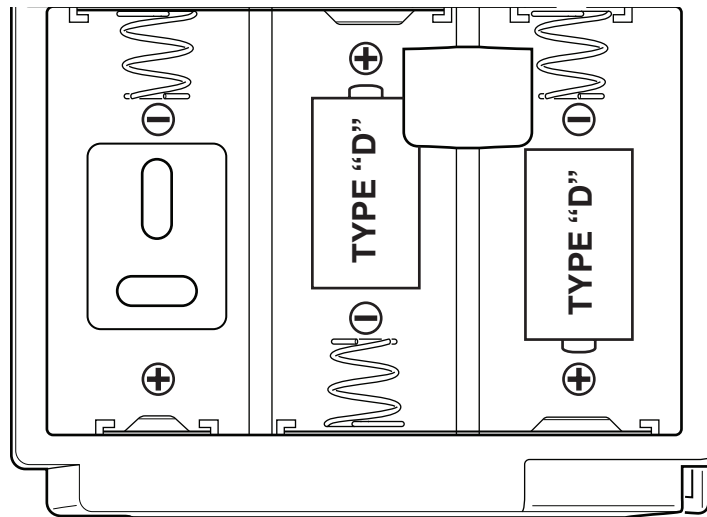

Figura 5
1. Si la campanilla no está conectada a los alambres del transformador instale entonces 3 baterías alcalinas tipo “D”. Asegúrese de que estén correctamente colocadas (vea la Figura 5).